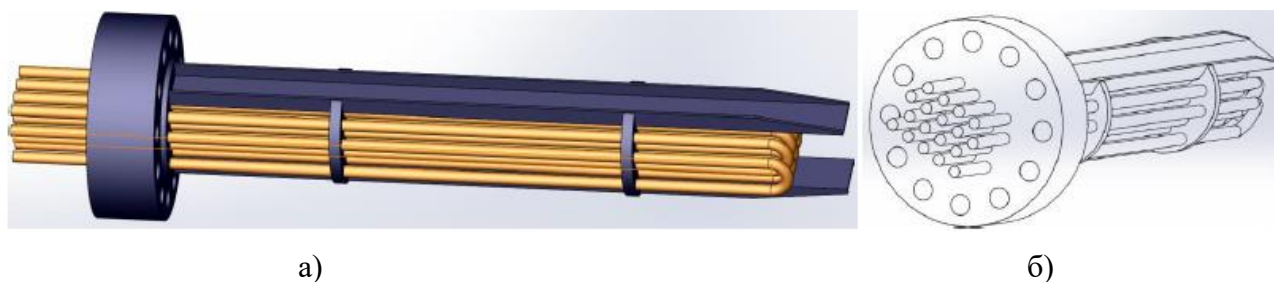

Рисунок 2.3 - Загальний вигляд (а) та ви збоку (б) блока ТЕНів
1. Розробити конструкцію блоків ТЕНів, що представлена на рис. 2.3.